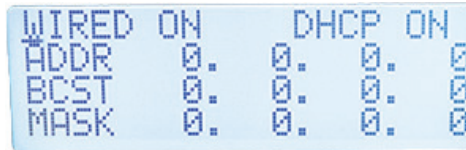

Рис. 4-2 Меню DHCP
4. Нажмите контрольную кнопку () для подтверждения выбора и отображения меню DHCP (см. Рис. 4-2 на стр. 65).